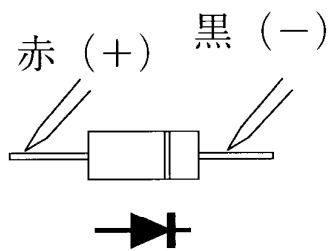

図1
1. 図1に示す極性のように接続をした場合には、順方向の電流が流れ、ダイオードが正常の場合には抵抗値が表示されます。ダイオードが不良の場合には、“_000”（短絡）または“1___”（開放）と表示されます。